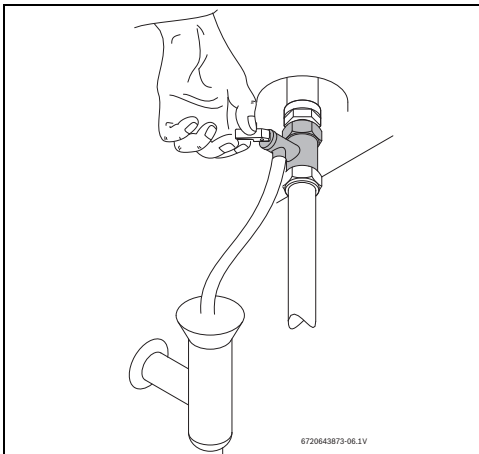

Fig. 12 Accionamento manual da válvula de segurança
- ▶ Abrir a válvula de segurança (Fig. 12).